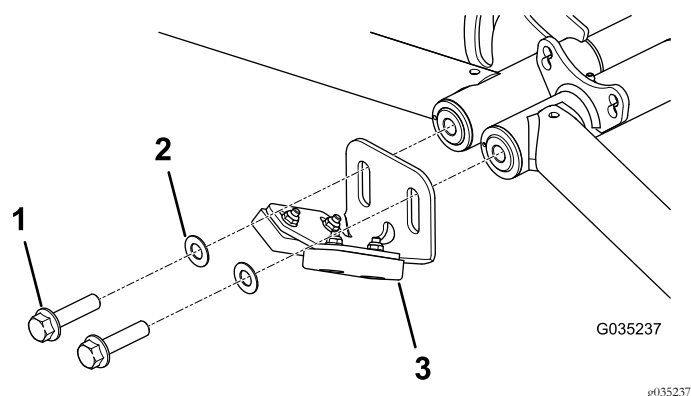

Figure 20
1. Boulon à embase existant (2)
2. Butée ronde existante (2) (mettre au rebut)
4. Fixez légèrement la butée avant et les rondelles, comme montré à la Figure 20.